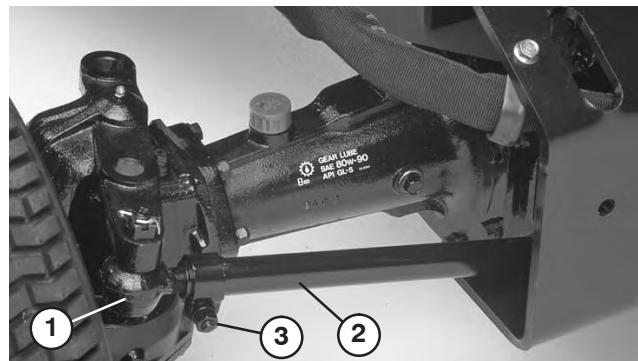

Bild 65
2. Entfernen Sie den Splint und die Mutter, mit denen ein Kugelgelenk der Zugstange an der Befestigungs halterung der Achse befestigt ist. Entfernen Sie das Kugelgelenk von der Achse (Bild 65).
3. Lösen Sie die Schraube an der Spurstangenklemme (Bild 65). Drehen Sie das Kugellager heraus oder hinein, um die Länge der Zugstange anzupassen.